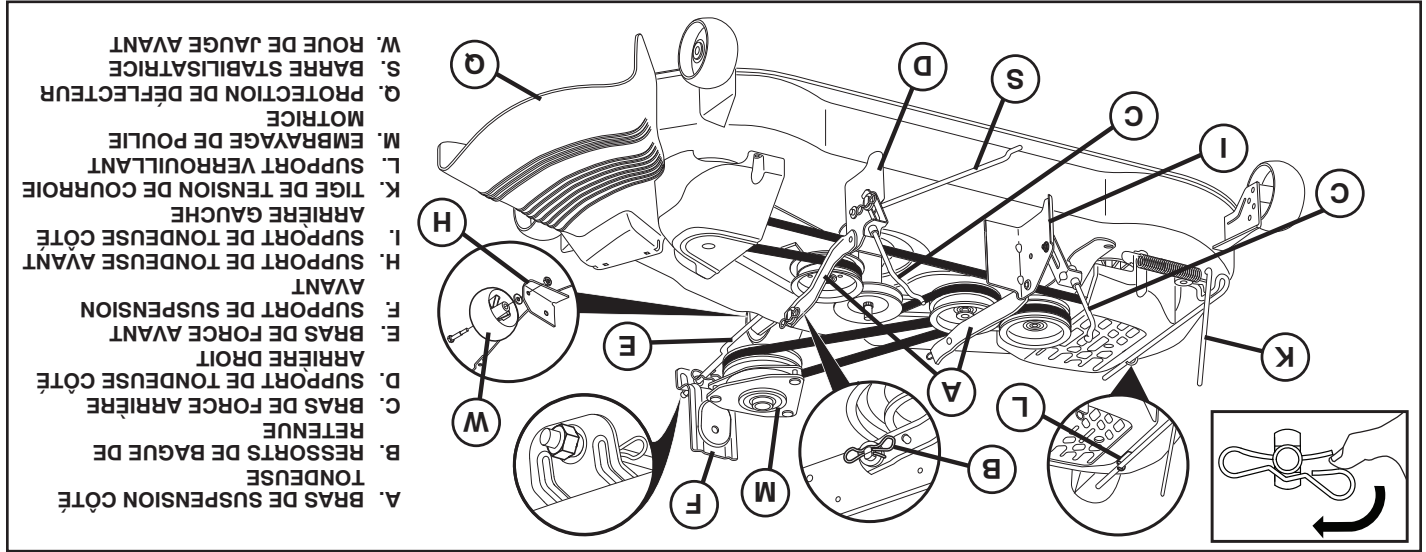

Fig. 7
9. INSTALLER LA COURROIE SUR L'EMBRAYAGE DE POULIE MOTRICE (M) (Voir la Fig. 7 & 15)
- Désengager la tige de tension de courroie (K) du support verrouillant (L).
- Installer la courroie sur l'embrayage de poulie motrice (M).